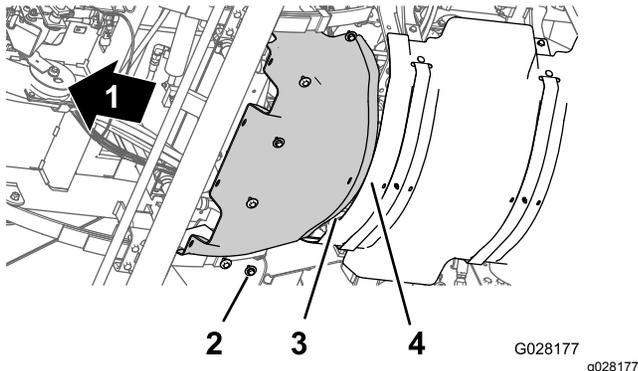

Figura 60
1. Allineate la flangia posteriore dello schermo termico anteriore sopra alla flangia anteriore dello schermo termico posteriore (Figura 60).
2. Allineate i fori sullo schermo termico anteriore con i fori filettati nello chassis (Figura 60).
3. Montate lo schermo termico anteriore alla macchina con i 6 bulloni a testa esagonale e le 6 rondelle (Figura 60) rimossi al passaggio 3 della sezione Rimozione dello schermo termico anteriore (pagina 52).